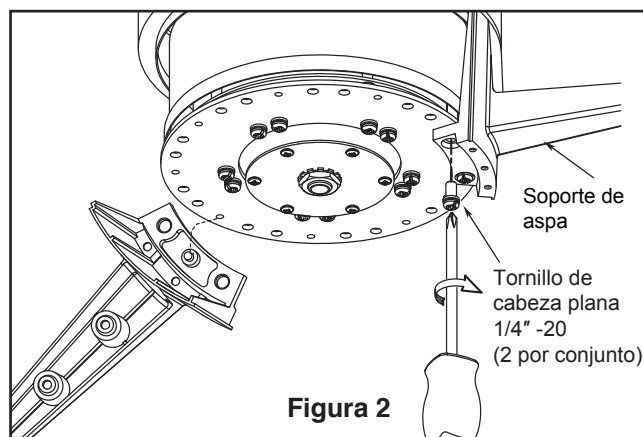

Figura 2
- ☐ 2. Coloque y ajuste firmemente la cubierta para el tornillo de la base sobre los tornillos de reborde de la abrazadera para colgar mediante el mecanismo de seguro por giro del chavetero. (Figura 2)
2. Fije los soportes de aspas al volante mediante los tornillos de 1/4"-20 el puesto en la necesidad de soporte de la asa para alinear el agujero entre el 1/4"-20 a través de los orificios ubicados al costado del volante. (Figura 2)
- ☐ 2. Extraiga los tres tornillos de la unidad de la placa de luz. Instale la ensamble de kit de luz en al unidad de la placa de luz utilizando los tornillos retirados previamente. (Figura 2)